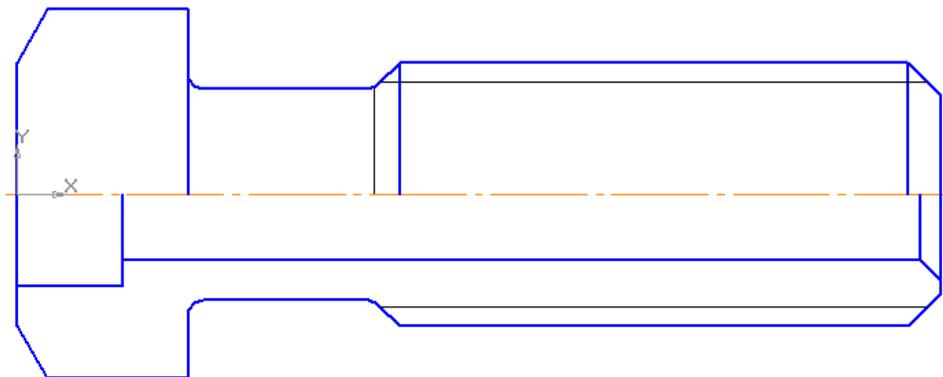

Рис. 87
2. Выполните разрез, рис. 87. Активизируйте команду **Непрерывный ввод объекта**  на панели **Геометрия** . Для первого отрезка - значение длины «8», угол – «0», координаты начальной точки (0, -7). Второй (вертикальный) отрезок проведите до пересечения с осевой линией. Прервите команду . Нажмите кнопку **Отрезок** , введите
Выполните фаску, рис. 87.